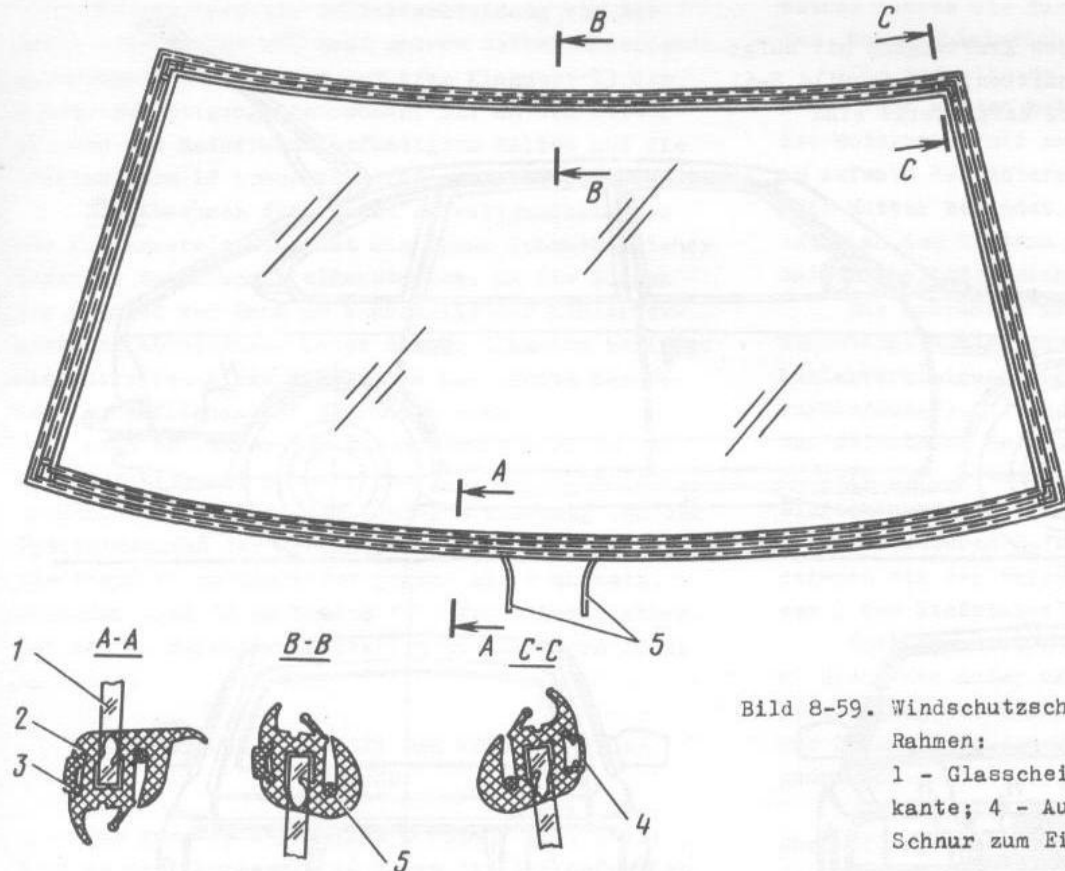

Bild 8-59. Windschutzscheibe vor dem Einsetzen in Rahmen:
- Dichtung 2 (Bild 8-59) auf Glasscheibe 1 ziehen;